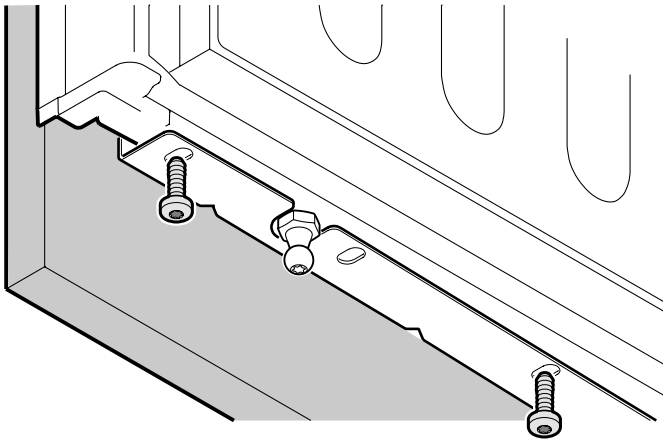

Figure 31
12. Fixer le panneau du réfrigérateur en utilisant les mêmes vis soutenant la baguette inférieure avant le déplacement (**Figure 31**).